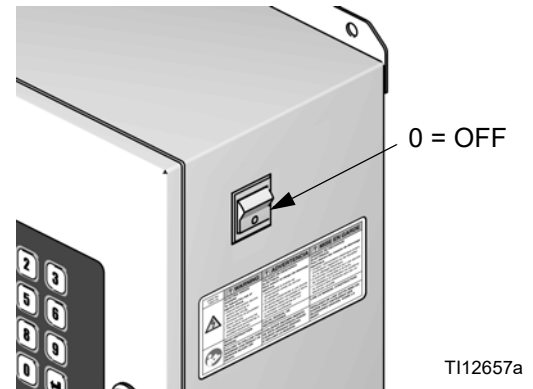

Fig. 14: Alimentación desconectada
3. Apague la corriente ProMix 2KS (posición 0). FIG. 14.